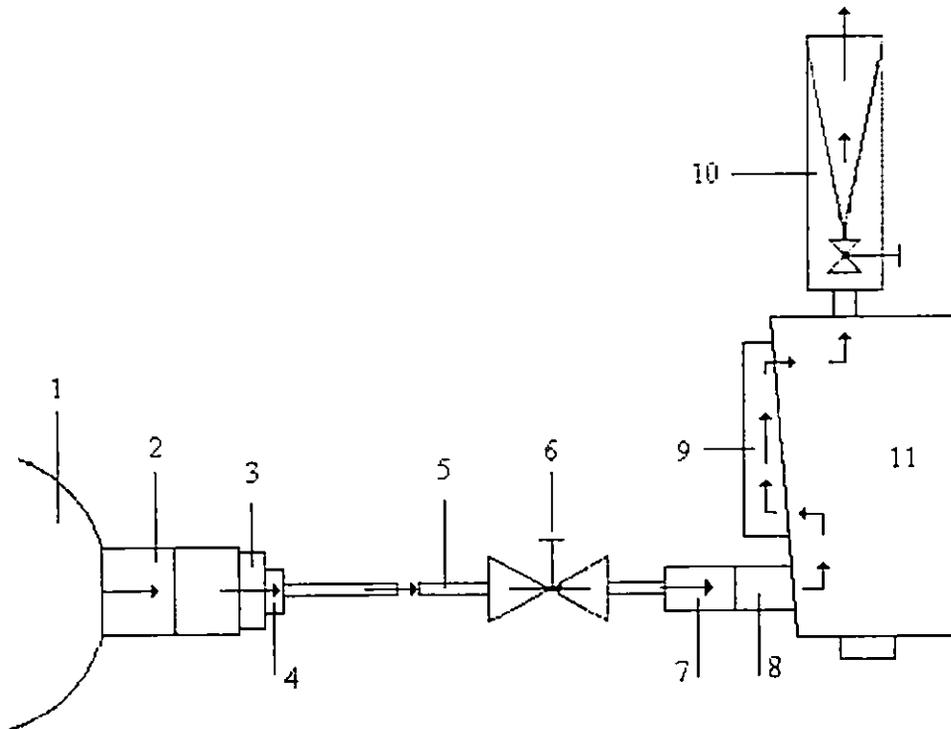

Figura 2.22 Conexión cilindro - máquina
- a) Montaje de la conducción del gas y el flujómetro. La secuencia correcta es: acoplamiento DILO (sitio de medición) / tubería de medición / válvula de regulación / acoplamiento walther / entrada del instrumento. Ver figura 2.22 sección 2.3.4 (Indicaciones para medir).